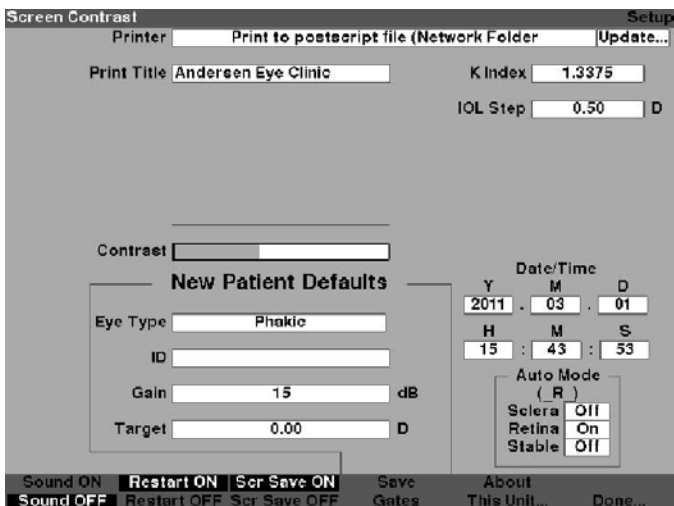

Figura 5-38 *Campo de contraste selecionado*
1. Dentro da tela de Configuração, gire o botão para selecionar o campo de contraste, indicado pela borda sólida em preto conforme mostrado na figura 5-38.